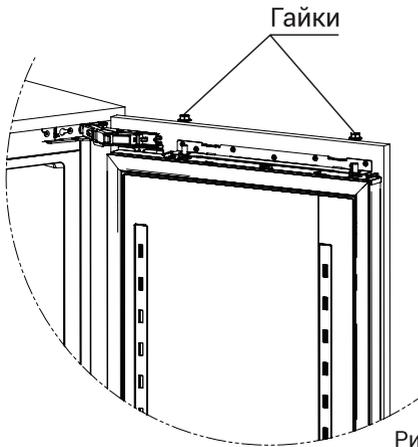

Рис. 9
После монтажа петель, установите фасад на дверь холодильника и зафиксируйте гайками (см. рис. 9).
7. Установите крепёжные пластины на нижние дверцы фасада, подвесьте две дверцы фасада к прибору. (см. рис. 9).